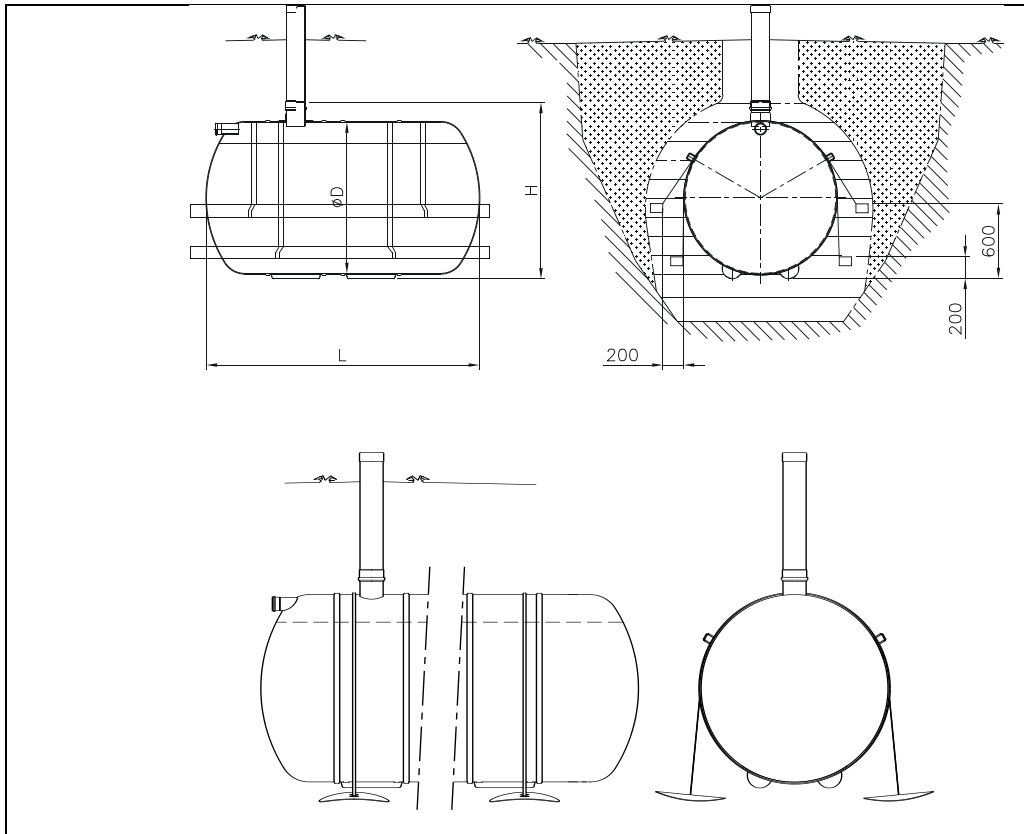

Рис. 3 Анкеровка при помощи антисептированных брусьев или плит из армированного стеклопластика.
- с. Емкости объемом менее 10 м^3 могут закрепляться также при помощи антисептированных брусьев (4 шт. 100 х 100 х ширина) или при помощи изготавливаемых заводом по специальному заказу анкерных плит из армированного пластика, как это указано на рис. 3